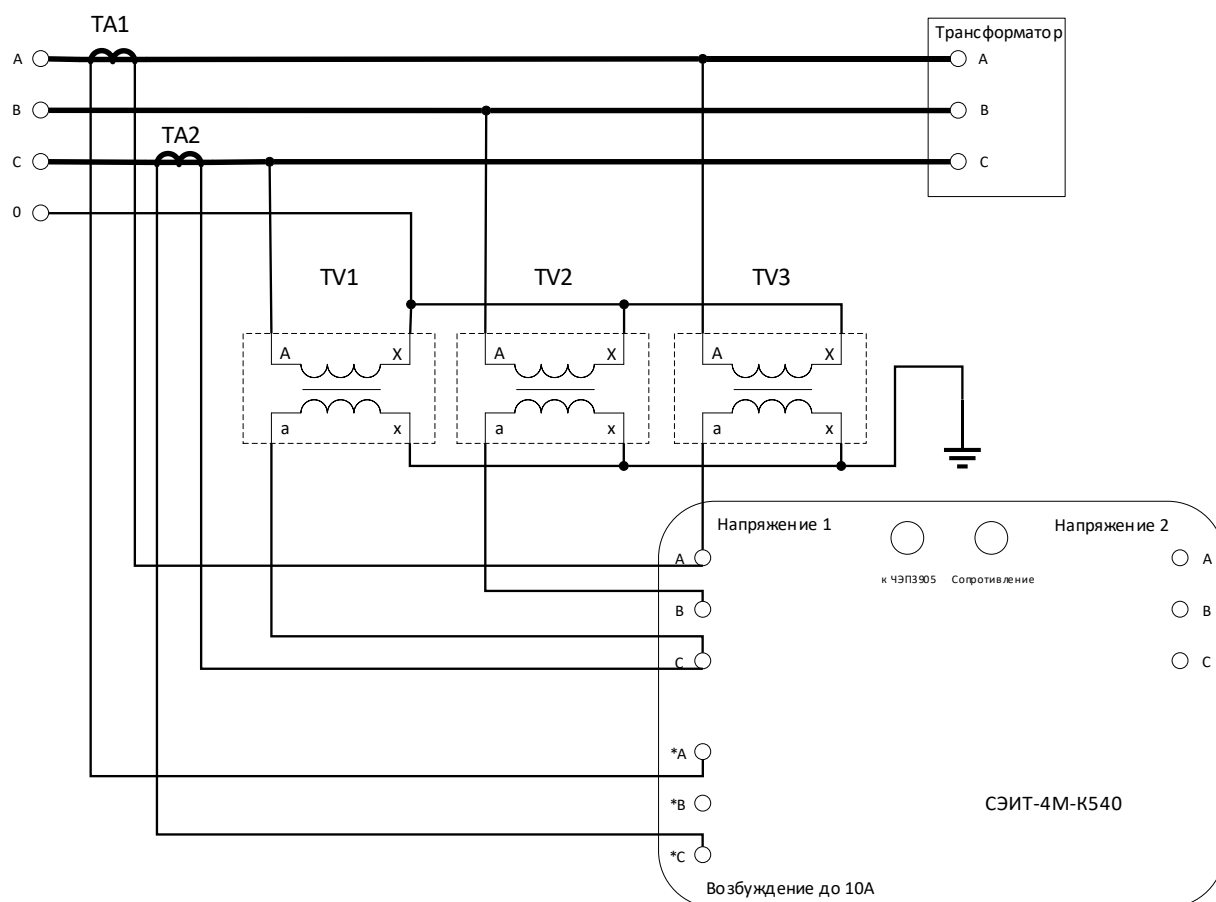

Рис. 27. Трехфазная испытательная схема с использованием измерительных трансформаторов.
**5.5.2.2.** При трехфазном подключении с использованием внешних измерительных трансформаторов напряжения (ИТН) должна использоваться схема, представленная на рис. 27.